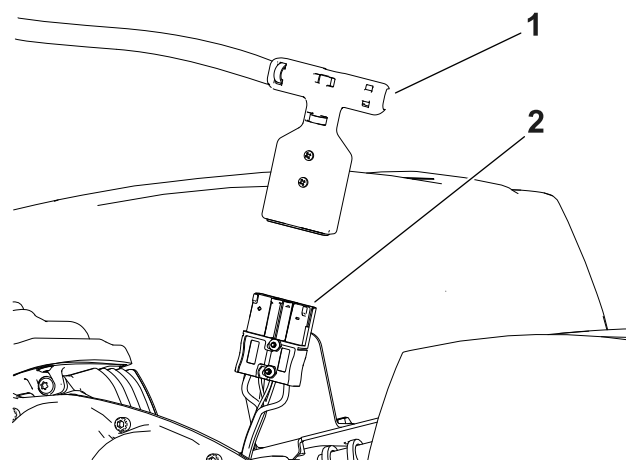

图 22
5. 将 T 形手柄接头拉出主电源接头从而断开电池的连接 图 22。